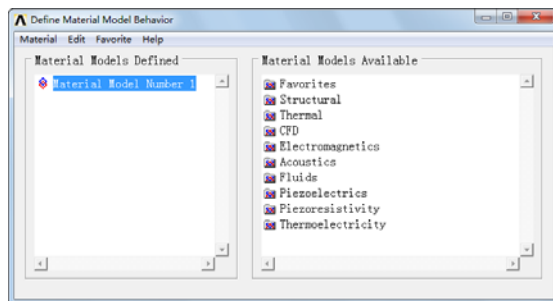

图 11-81 “Define Material Model Behavior”对话框
①依次选择 Main Menu→Preprocessor→Material Props→Material Models，会弹出“Define Material Model Behavior”对话框，如图 11-81 所示。